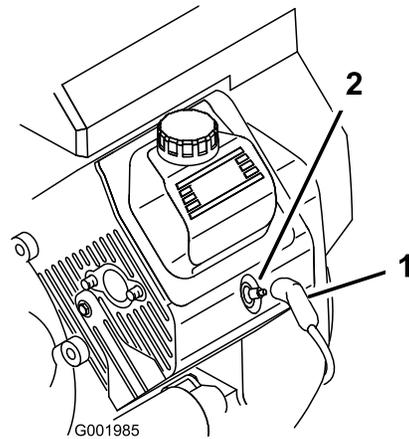

图42
3. 将电线拉离火花塞 图42。
3. 将电线推到火花塞上 图42。